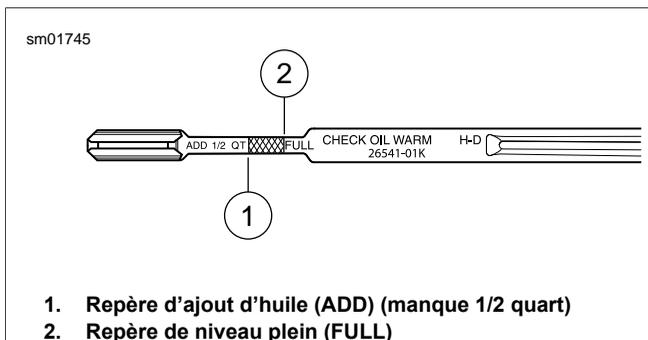

Figure 1-3. Jauge de niveau d'huile
4. Voir Figure 1-3. Retirer à nouveau le bouchon de remplissage et vérifier le niveau d'huile sur la jauge.